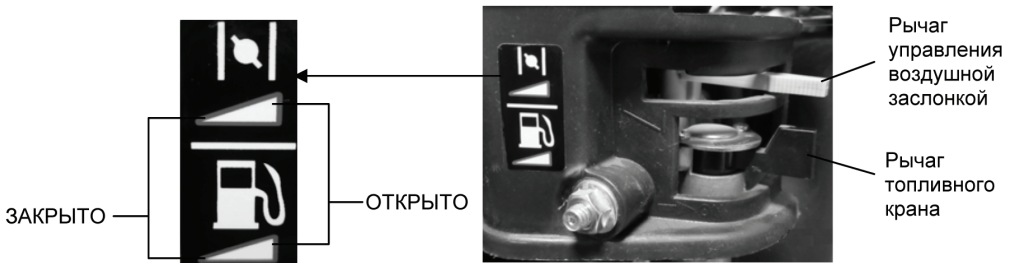

Рис. 9
1. Поставьте рычаг топливного крана в положение «ОТКРЫТО» (Рис. 9)
2. При запуске холодного двигателя переведите рычаг управления воздушной заслонкой в положение «ЗАКРЫТО» (рис. 9). Не закрывайте воздушную заслонку, если двигатель прогрет